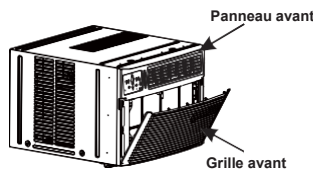

Fig. 1
1. Abaissez la grille avant et retirez le filtre. (Voir Fig. 1.)